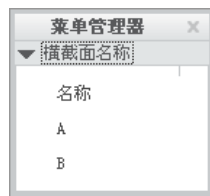

图 3.8.35 菜单管理器
(1) 添加 A-A 局部剖视在俯视图上的箭头。
① 选取图 3.8.30b 所示的局部剖视图, 然后右击, 从弹出的快捷菜单中选择 **添加箭头** 命令, 此时系统弹出图 3.8.35 所示的菜单管理器, 并显示提示 **从菜单选择横截面**。